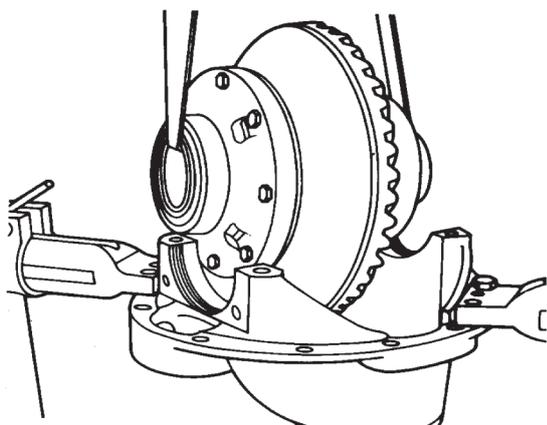

Figura 74
- B. Encoste as capas nos cones e monte o conjunto na caixa do diferencial (Figura 74);